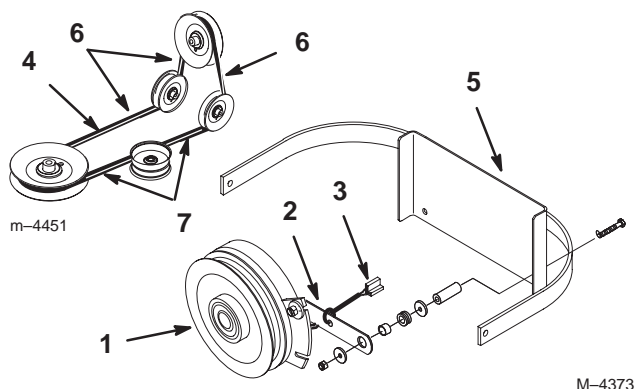

Figure 66
2. Retirez la barrette de retenue de l'embrayage du bâti de la machine et débranchez la borne de l'embrayage du faisceau de câblage (Fig. 66).
3. Déposez la courroie d'entraînement de PdF de l'ensemble bras de tension arrière et poulie de tension avant. Déposez la courroie d'entraînement de Pdf (Fig. 66).
4. Installez la courroie d'entraînement neuve sur l'embrayage, autour de la poulie de tension arrière, dans l'ensemble bras de tension arrière, dans l'ensemble poulie de tension avant et sur la poulie centrale supérieure (Fig. 66).
Important Vérifiez le vrillage de la courroie entre les poulies. Il doit être conforme aux spécifications de la Figure 66.
5. Posez la barrette de retenue de l'embrayage et branchez la borne de l'embrayage au faisceau de câblage (Fig. 66).